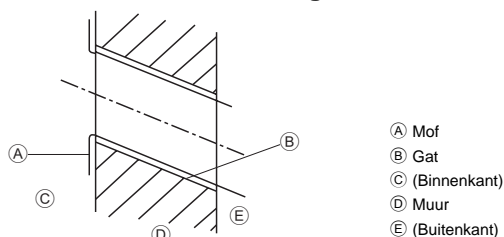

Fig. 3-3
3.2.2. Het gat voor de pijpleiding boren (Fig. 3-3)